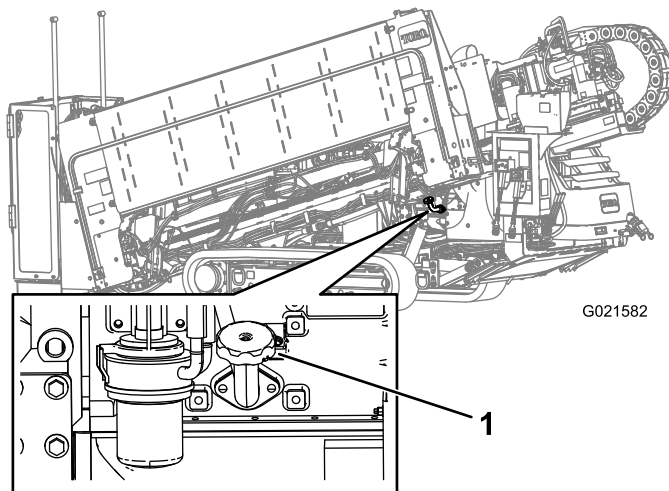

Figura 121
- A. Retire el tapón de llenado (Figura 121) y añada aceite hasta que el nivel llegue a la marca Alto. **No llene demasiado.**